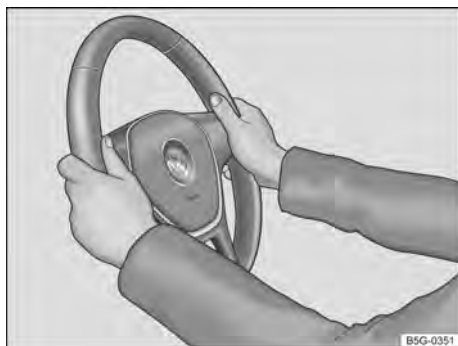

Fig. 60 No volante: posição 9 e 3 horas.
- Ajustar a posição do volante de forma que possa segurá-lo lateralmente pela borda externa na posição de 9h e 3h → Fig. 60 com ambas as mãos e os braços ligeiramente dobrados.
- Pressionar a alavanca ① sempre com firmeza para cima após o ajuste, para que o volante não mude sua posição durante a condução.
- Durante a condução, sempre segurar o volante com ambas as mãos lateralmente na barra externa *na posição de 9h e 3h* → Fig. 60, para reduzir ferimentos causados por um acionamento do airbag frontal do condutor.